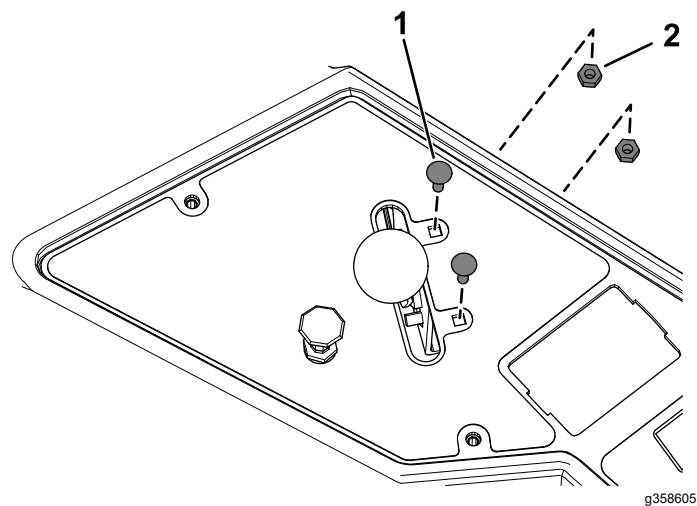

Figura 20
2. Retire los 2 pernos y las 2 tuercas que sujetan la palanca del acelerador al panel de control (Figura 20).